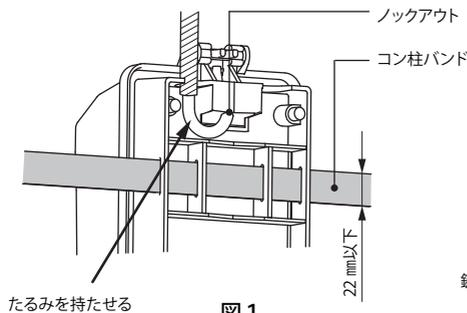

図 1
- 上部から入線する場合は、ノックアウトを抜いて図 1 のように電線にたるみ